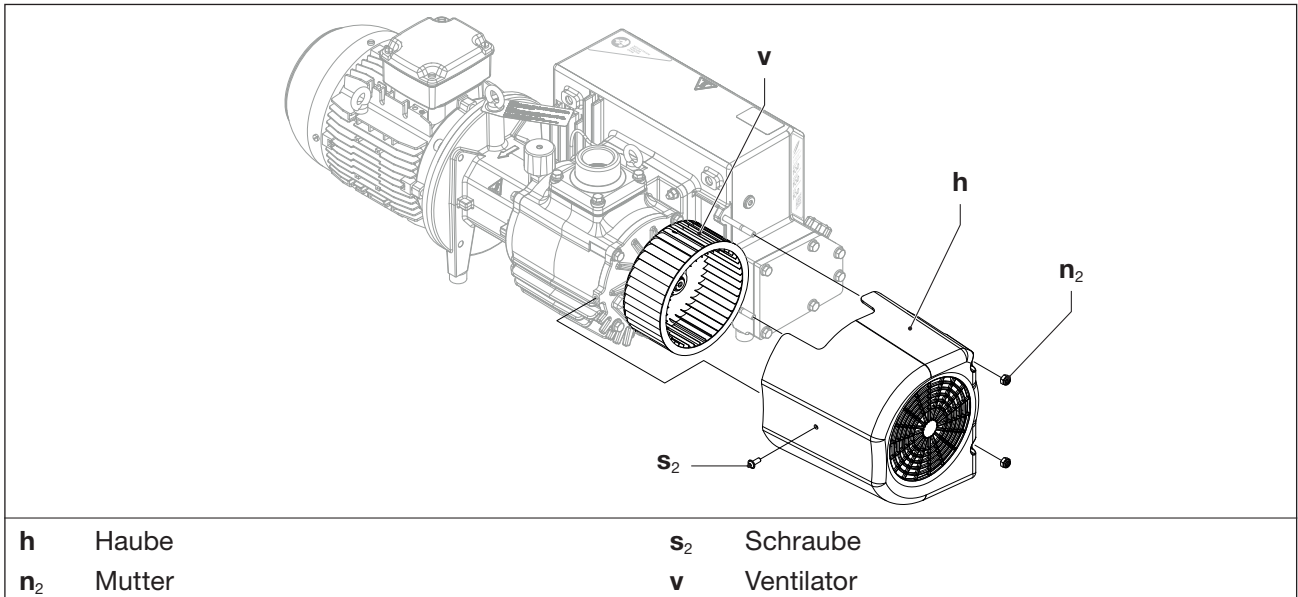

Abb. 9 Ventilator
- Eine Schraube (Abb. 9/s2) und zwei Muttern (Abb. 9/n2) an der Haube lösen.
- Haube (Abb. 9/h) von der Pumpe abnehmen.
- Ventilator (Abb. 9/v) reinigen / abblasen und auf Beschädigungen prüfen. Maschine nur mit einem technisch einwandfreien Ventilator betreiben.
- Lüftungsschlitze an der Haube (Abb. 9/h) reinigen / abblasen.
- Haube wieder auf die Pumpe aufschieben und mit der Schraube (Abb. 9/s2) und den Muttern (Abb. 9/n2) befestigen. Anzugsmoment: 5 Nm